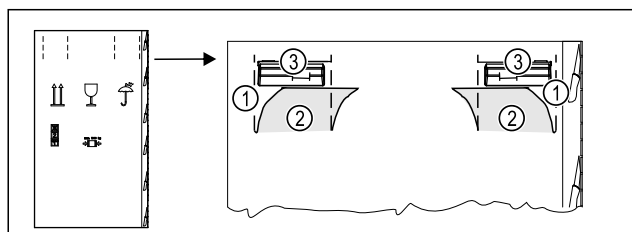

Fig. 4
- ▶ Натиснете картонената опаковъчна кутия отгоре върху перфорацията Fig. 4 (1).
- ▶ Издърпайте вдлъбнатите капачета Fig. 4 (2).
- ▶ Дръжката за носене Fig. 4 (3) отдясно и отляво се вижда.
- ▶ Хванете уреда за дръжките за носене Fig. 4 (3).